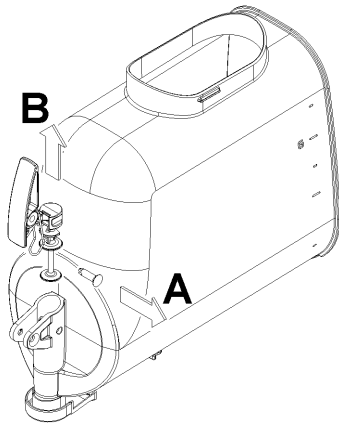

figura 14
- 5 Smontare il rubinetto seguendo la sequenza indicata (vedere figura 14).